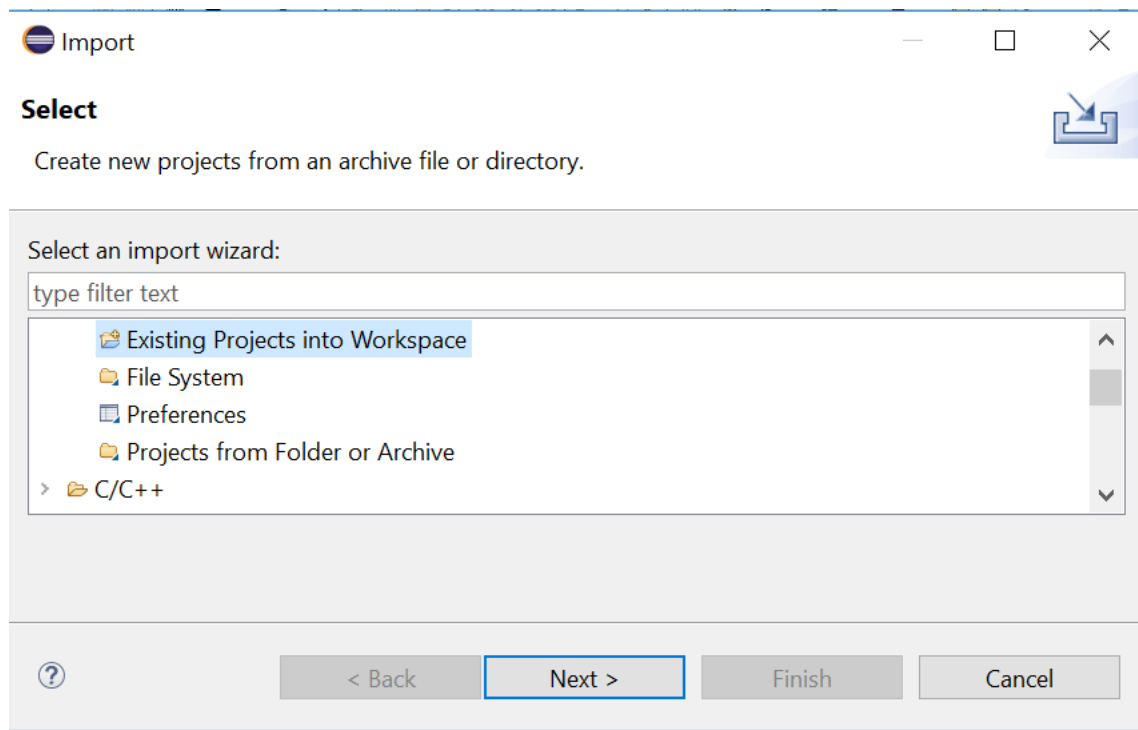

图 3 导入时的选择导入类型
1. 将项目导入到Eclipse工作区。点击Eclipse菜单 “**File -> Import**”，在导入窗口中，选择 “**General ->Existing Project into Workspace**”，然后单击 “**Next**”，如图 3 所示。